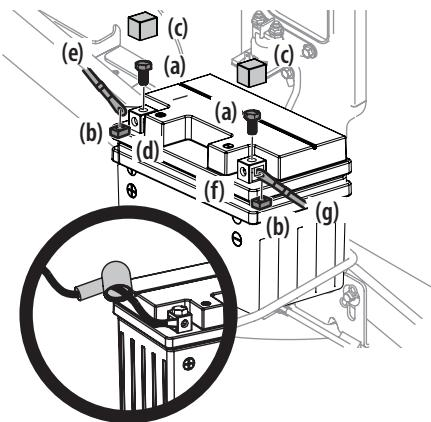

Figure 12
1. Retirez les boulons hexagonaux (a) et les écrous carrés (b) situés à l'extrémité du faisceau de fils électrique ou dans le sac avec ce manuel. Gardez la quincaillerie pour utilisation ultérieure. Voir Figure 12.
2. Enlevez le couvercle en plastique (c), si équipé, de la borne positive (d) de la batterie et attachez le câble rouge (e) à la borne positive (b) de la batterie avec le boulon (a) et l'écrou Carré (b) retirés à l'étape 1. Utiliser un tournevis Philips. Voir Figure 12.
- Enlevez le couvercle en plastique (c), si équipé, de la borne négative de la batterie (f) et attachez le câble noir (g) à la borne négative de la batterie (f) avec le boulon (a) et l'écrou carré (b). Voir Figure 12.
- Placez la gaine en caoutchouc rouge au-dessus de la borne positive de la batterie pour aider à la protéger contre la corrosion. Voir encadré de la Figure 12.